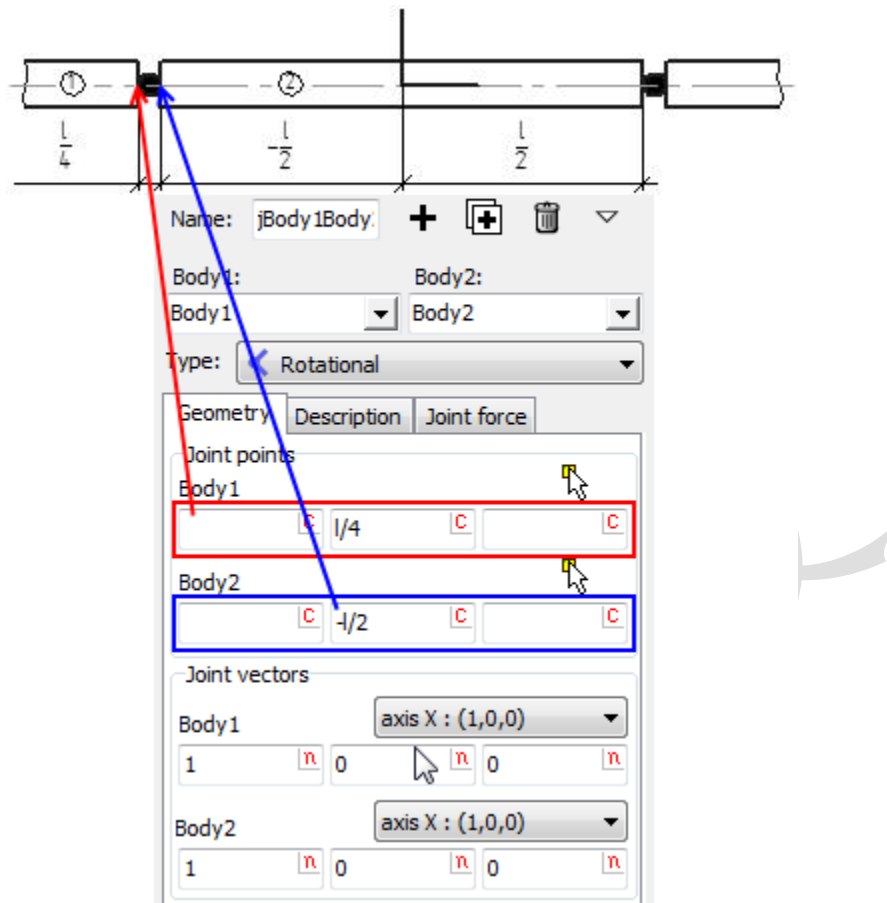

图 3.5 设置转动铰
5. 分别定义 **Body1** 和 **Body2** 的连接点坐标（各自局部坐标系），如图 3.5 所示。